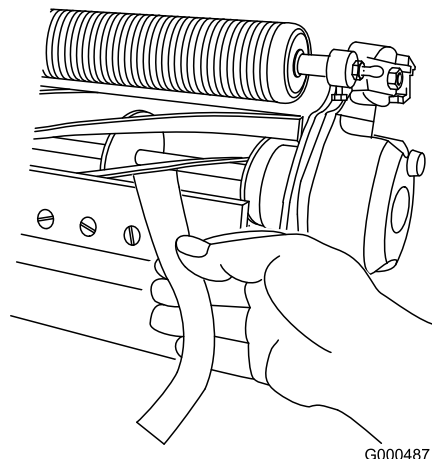

图13
10. 在滚刀与底刀间插入一长条剪切性能纸（Toro 零件号 125-5610）、纸要与底刀垂直、检测剪切性能（图13）。**缓慢**向前旋转滚刀；滚刀应剪切检测纸。